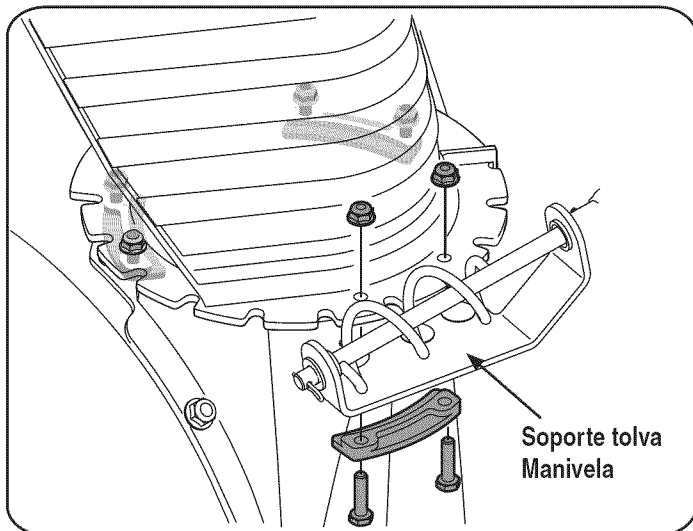

Figure 5
7. Seguro brida anterior poseedor eliminado con tuercas y tornillos de bloqueo. Apriete las tuercas asegurando que los otros dos de mantenimiento de la brida. Ver fig. 5.